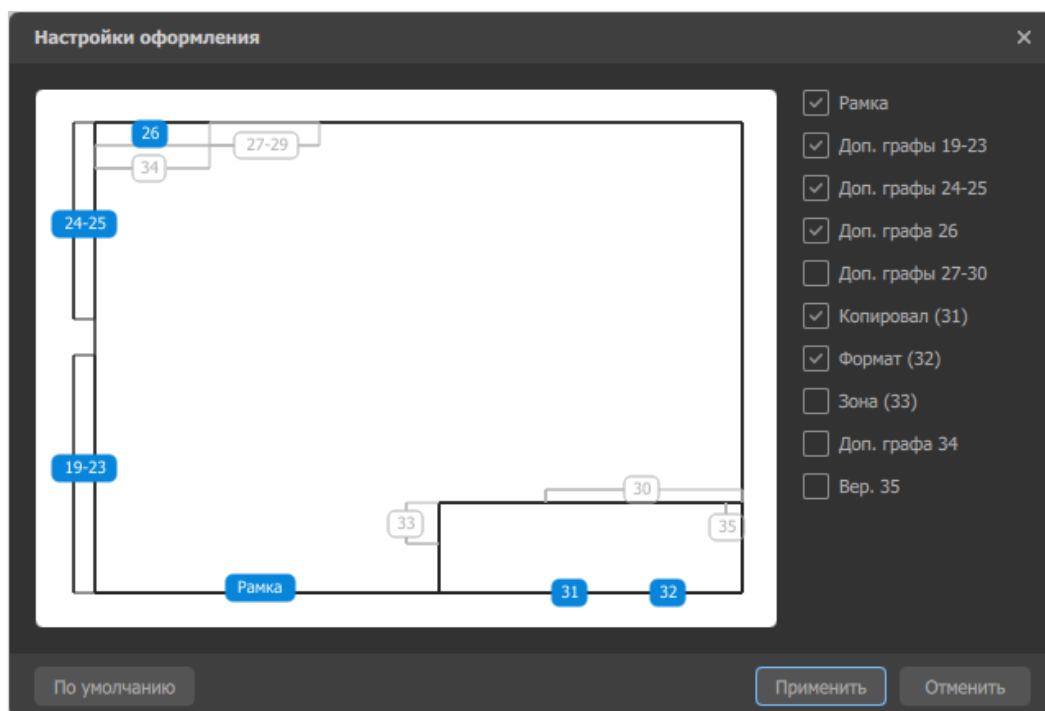

Рисунок 37. Настройка отображения граф
- «Оформление» — при наличии основной надписи (значение в поле «Форма» отлично от «Без формы») позволяет настроить отображение соответствующих граф форматки согласно ГОСТ Р 2.104-2023. Для этого необходимо нажать на кнопку «Настроить» и отметить галочками те графы, которые должны отображаться на листе (см. рисунок 37).